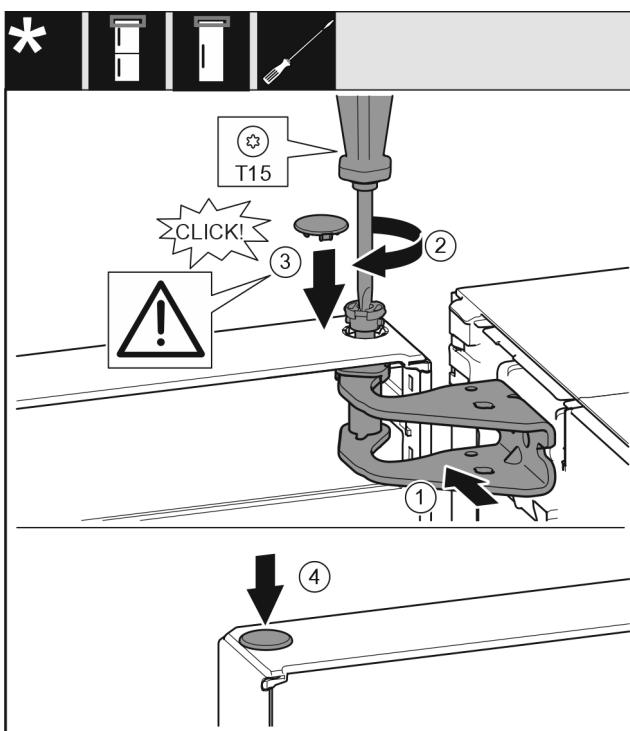

Fig. 21
- Tür oben zur Öffnung im Lagerbock ausrichten. *Fig. 21 (1)*
- Bolzen einsetzen und mit Schraubendreher T15 fest-schrauben. *Fig. 21 (2)*
- Sicherungsabdeckung zur Sicherung der Tür montieren: Sicherungsabdeckung einsetzen und Kontrollieren ob sie auf der Tür aufliegt. Ansonsten Bolzen vollständig einsetzen. *Fig. 21 (3)*
- Stopfen einsetzen. *Fig. 21 (4)*